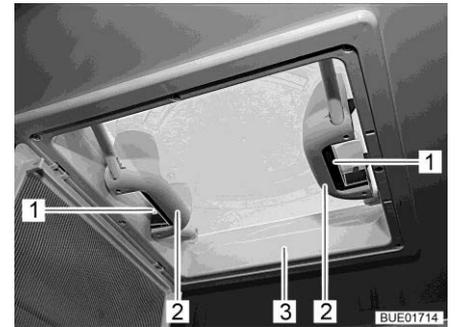

Fig. 124 Tiradores con cierres de resorte
- Presionar el cierre de resorte (Fig. 124,1) hacia el lado interior de la claraboya (Fig. 124,3). Presionar simultáneamente hacia arriba la claraboya con el tirador (Fig. 124,2).
- Tirar la claraboya (Fig. 124,3) enérgicamente hacia abajo por los dos tiradores (Fig. 124,2), hasta que los dos cierres de resorte (Fig. 124,1) hayan engatillado.